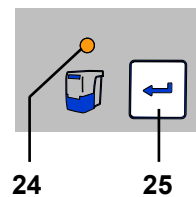

Fig. 8
- ⇒ Premere il tasto Enter (25) (il contatore che rileva i tempi dell'intervallo di svuotamento viene riazzerato).
- ♦ La spia di modo operativo Automatico (24) si spegne.
**Se il cassetto raccogli-polvere non viene svuotato, la spia di svuotamento cassetto (24, Fig. 8) continua a lampeggiare. Dopo lo spegnimento / accensione dell'apparecchio, un triplo segnale acustico avvisa nuovamente di svuotare il cassetto raccogli-polvere.**